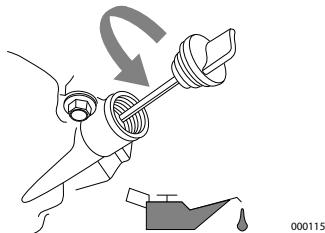

Figura 2-13. Retire la varilla de medición
- Retire la tapa de llenado de aceite y limpie la varilla de medición. Vea la **Figura 2-13**.